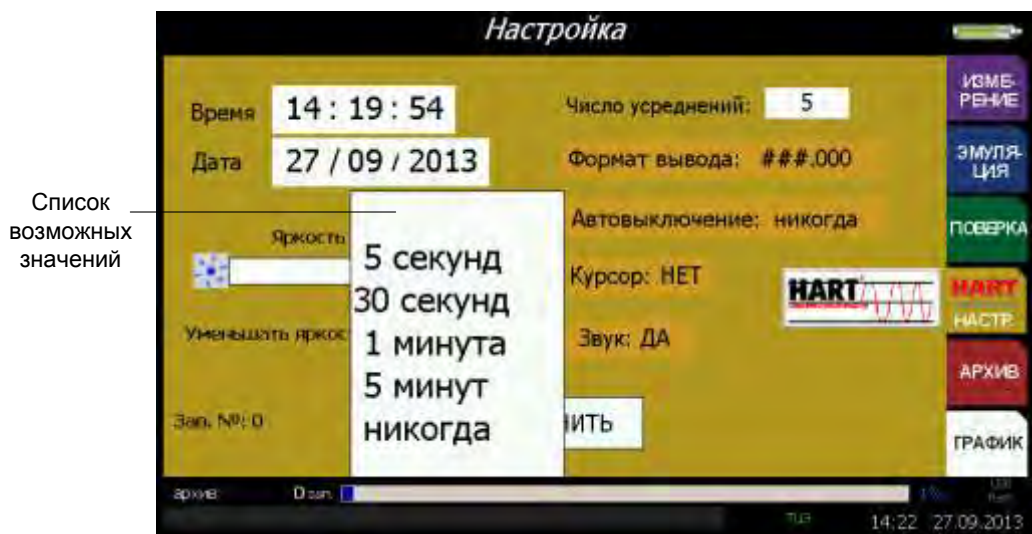

Рисунок 2.52
2.6.4.4 Параметр **«Уменьшать яркость»** предназначен для выбора из списка значения времени, через которое яркость экрана будет минимальной (см. рисунок 2.52).